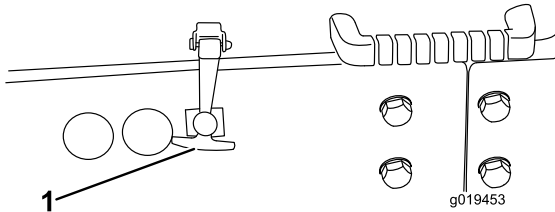

Figure 48
2. Déverrouillez et ouvrez le capot (Figure 48).